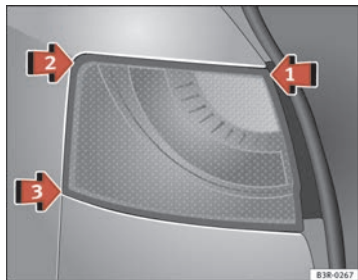
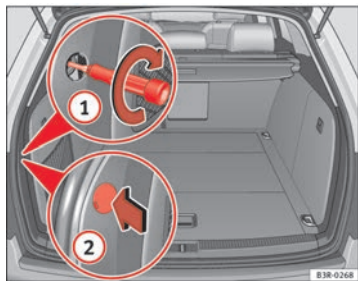

Abb. 230 Heckleuchte einbauen
Abb. 231 Gepäckraum: Lage der Befestigungsschraube für Heckleuchte
- Setzen Sie die Heckleuchte zuerst bei ⇒ Abb. 230 Pfeil ① in den Heckleuchtenträger ein.
- Drücken Sie die Heckleuchte in der Reihenfolge ② und ③ leicht an den Heckleuchtenträger, bis die Clips fest in den Gummilagern sitzen.
- Drücken Sie leicht auf die Oberseite der Heckleuchte und befestigen Sie diese vom Gepäckraum aus mit dem Schraubendreher ⇒ Abb. 231 ①.
- Setzen Sie die Abdeckung mit der Aussparung nach hinten ② vor der Schraube wieder ein.